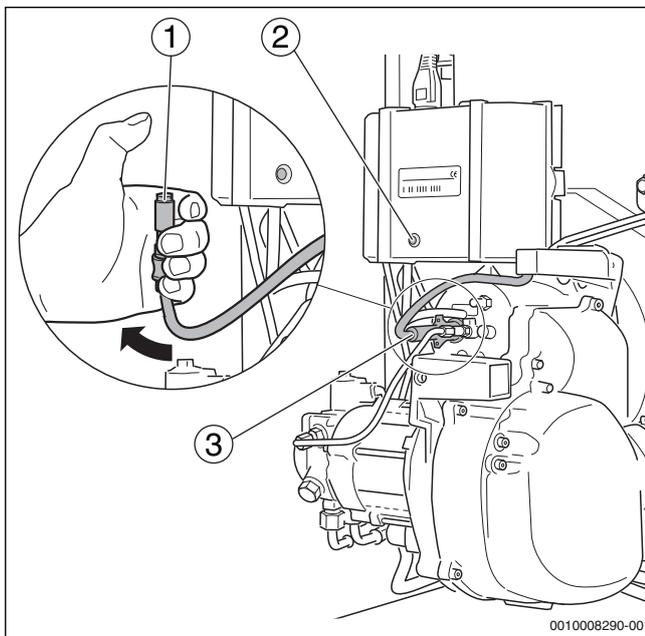

Bild 46 Flammefühler auf Funktion prüfen
- ▶ Flamme bei laufendem Brenner am vorgesehenen Griff aus der Halterung ziehen (→Bild 46, [3])
- ▶ Flamme mit Daumen abdecken (→Bild 46, [1]). Es muss nach Wiederanlauf eine Störabschaltung erfolgen.
- ▶ Nach einer Wartezeit von ca. 30 Sekunden den Feuerungsautomat durch Drücken der Reset-Taste (→Bild 46, [2]) oder der Reset-Taste am Regelgerät entriegeln.